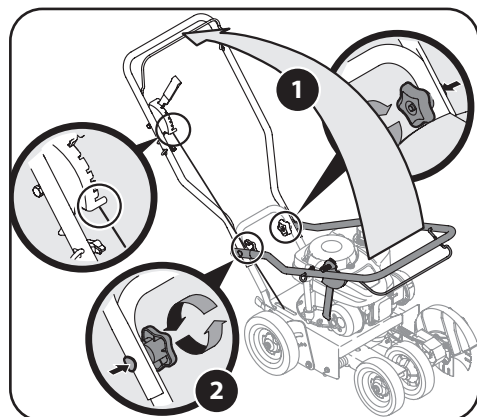

Figure 5
1. Placez-vous derrière le coupe-bordures et pressez la commande d'arrêt du moteur contre la poignée supérieure. Voir Figure 5.
NOTE : Vous devez presser la commande d'arrêt du moteur contre la poignée supérieure pour pouvoir tirer la corde de démarrage. Voir Figure 5.